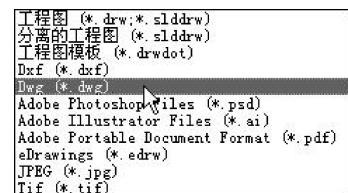

图 10-49 选择【Dwg】选项
- 04 在下拉选项中选择【Dwg】选项，如图 10-49 所示。